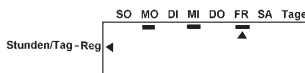

Abb. 15
- 6) Drücken die Taste \uparrow zur Bestätigung. Unter dem Tag erscheint eine Unterstrichung. In den unterstrichenen Tagen wird die Regenerierung durchgeführt (Abb. 15).